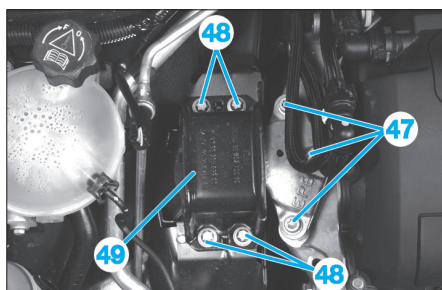

Fig. 89
- les vis de fixation (47) du support moteur droit (**Fig.89**),
- les vis de fixation (48),
- le support moteur droit (49),